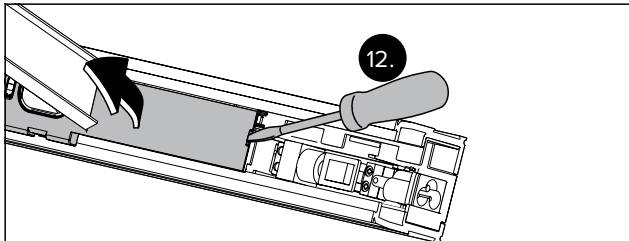

Рис. 19 Откройте крышку.
- Концом отвертки с плоским жалом осторожно откройте крышку корпуса блока управления (рис. 19).